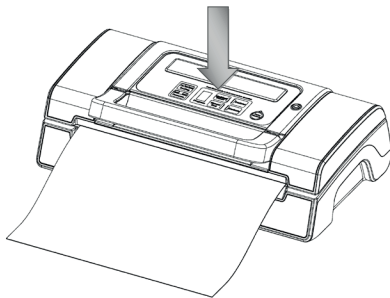

Fig. 7
7. Tryk på knappen Manuel Forsegling for at forsegle posen (fig. 7).